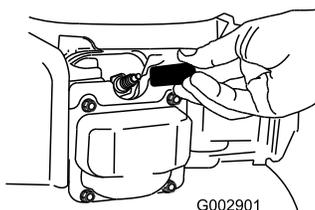

図 37
2. 整備などの前には、必ず点火プラグコードを外す 図 37。